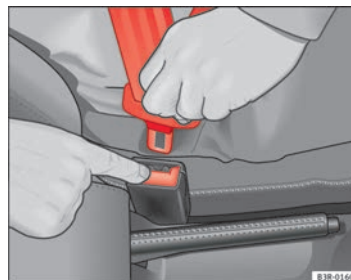

Fig. 15 Retirar la lengüeta del cierre del cinturón ➔
- Pulse la tecla roja que hay en el cierre del cinturón ⇒ fig. 15. La lengüeta del cierre es expulsada hacia fuera ⇒ .